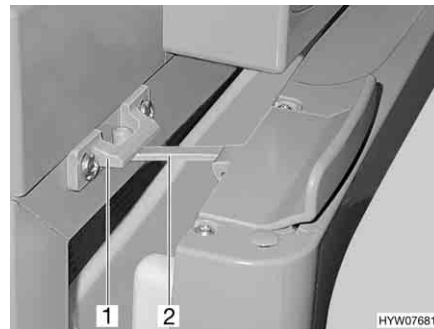

Fig. 60 Porta del frigorifero in posizione di ricircolo d'aria (Thetford)
- Aprire il bloccaggio (Fig. 60,2) e innestarlo nella sede di bloccaggio (Fig. 60,1). In questo modo la porta del frigorifero rimane ferma in posizione socchiusa.